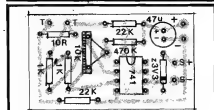

Fig.4
**- FIG. 4 - CHAPEADO DA MONTAGEM** - Também sem "segredos" (a menos que o Leitor seja um iniciante ainda "pagão"...): a figura mostra a placa pelo seu lado não cobreado, com o habitual detalhamento de informações sempre encontrado nas matérias de APE... Requerem maior atenção apenas o Integrado, o diodo zener e o capacitor eletrolítico, já que suas colocações na placa têm posições únicas (não podem ser "invertidos", sob hipótese alguma...). Quanto ao trim-pot, "nada consta" (talvez seja necessário um leve "alargamento" na furação das respectivas ilhas, devido ao fato dos seus terminais apresentarem um calibre um pouco maior do que o normal, dos demais componentes...). A respeito dos resistores comuns, é só não errar sobre "o quê vai onde"... Quem tiver dúvidas sobre a leitura dos valores, deve consultar (sem acanhamentos...) o TABELA APE, que "destrincha" só códigos de cores e outras "mumunhas"... As soldagens são poucas, mas ainda assim devem ser feitas com cuidado, conferidas ao final (juntamente com a inevitável verificação de valores, posições, polaridades, etc.). Tudo confirmado, podem ser "amputadas" as sobras de "pernas" e terminais, pelo lado cobreado...